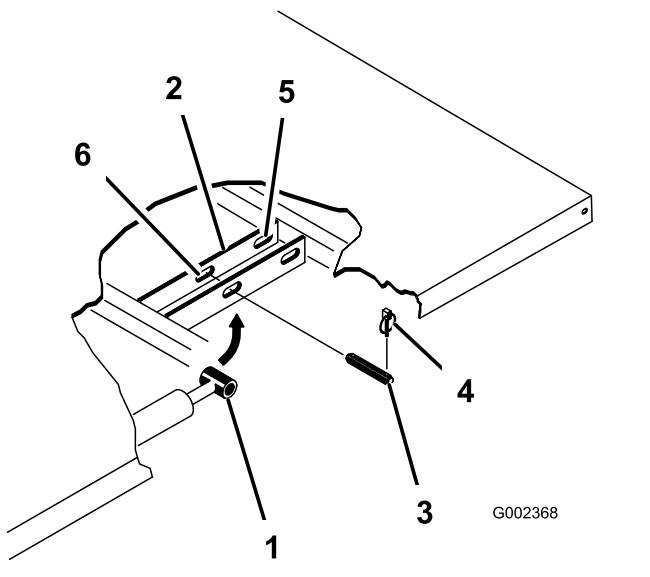

Figura 23
3. Retire las chavetas de los extremos exteriores de los pasadores de las varillas de los cilindros (Figura 23).
4. Retire los pasadores que fijan las rótulas de las varillas de los cilindros a las chapas de montaje de la plataforma empujando los pasadores hacia dentro (Figura 23).
5. Retire los pasadores de seguridad y los pasadores que fijan las placas de giro al bastidor (Figura 23).